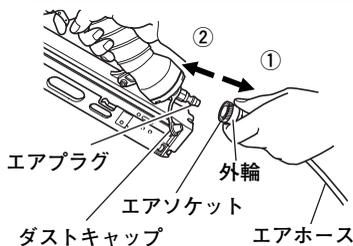

図 3
- 本機にエアホースを接続する場合はエアプラグからダストキャップはずし、図3のように、①エアソケットの外輪を引き、②エアソケットをエアプラグにしっかりとさし込んでエアホースを接続します。